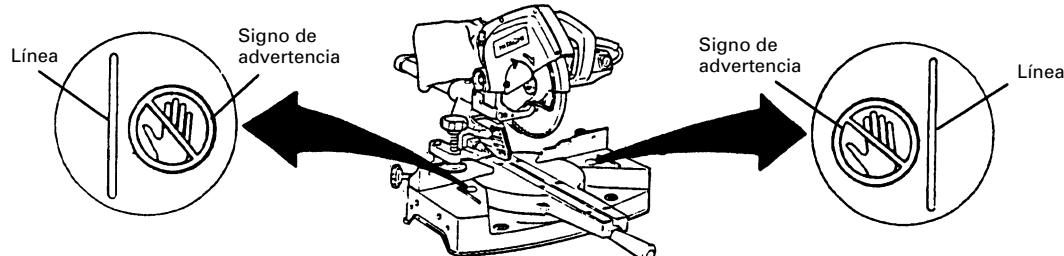

Fig. 15
- * No coloque nunca sus miembros dentro de la línea cerca del signo de advertencia mientras esté utilizando la herramienta. Esto podría resultar peligroso (consulte las Fig. 15).